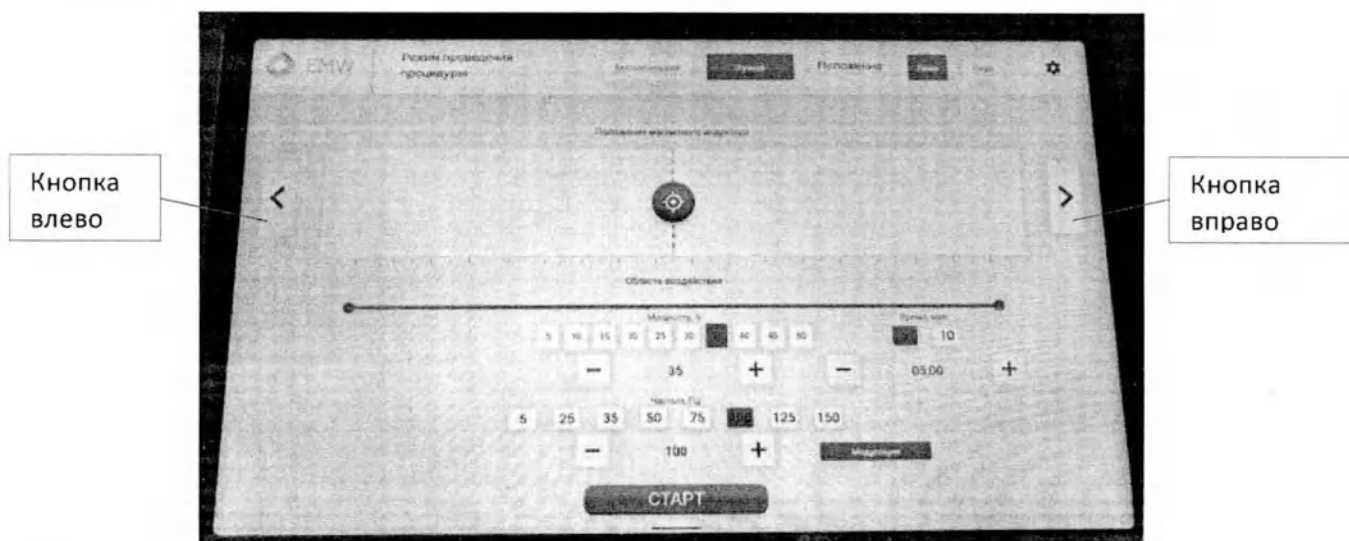

Рисунок 9 Кнопки влево и вправо в ручном режиме
9.2.12 Выявив проблемные (триггерные) зоны/области у пациента, оператор продолжает проработку именно этих областей в ручном режиме, подводя индуктор именно в эти области при помощи интерфейса планшета (кнопки вправо или влево). (Рисунок 9)